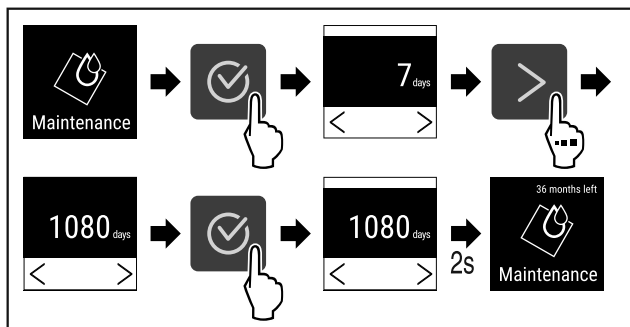

Fig. 79
- Vykonať kroky akcie (pozri Fig. 79).